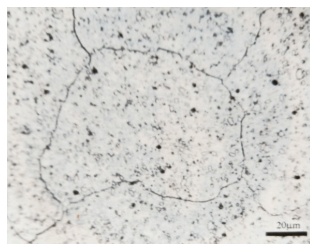

图5 蔡断口 (500 $\times$)
(2) 脱碳 手工自由锻或在反射炉中加热的高合金钢锻件,脱碳是肯定的,但退火要保护好,且在加热前应该彻底清除掉。事实上,有些单位为了节约贵重的原材料,使加热前留有0.1~0.15mm的脱碳层,给热处理带来难题。
(3) 蔡断口 我们曾发现 $\phi 200\text{mm} \times 3\text{mm}$ 锻件M2钢制中齿锯刀片铣刀,淬火金相检验时发现一边有蔡断口,而对边组织正常,蔡断口形貌如图5所示^[2]。